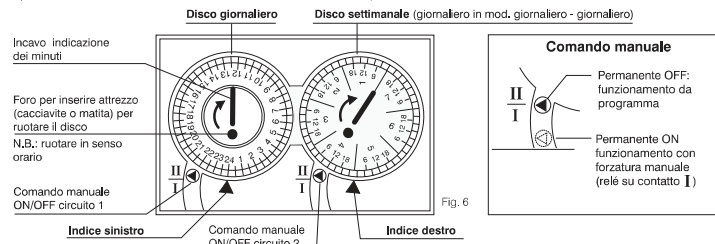

Fig. 6
- Ruotare **in senso orario** il **disco di sinistra** (giornaliero) finché l'**indice sinistro** (triangolo) di riferimento si trovi in corrispondenza delle ore 24 (00).
- Ruotare **in senso orario** il **disco di destra** (settimanale) finché l'**indice destro** (triangolo) di riferimento si trovi in corrispondenza della linea delle ore 24 (00) del giorno attuale (1 = Lunedì, 2 = martedì...); i due dischi sono ora sincronizzati. **Nota:** nella fig. 6 il disco di destra è stato impostato come esempio alle ore 24 (00) del giorno 5 = Venerdì.